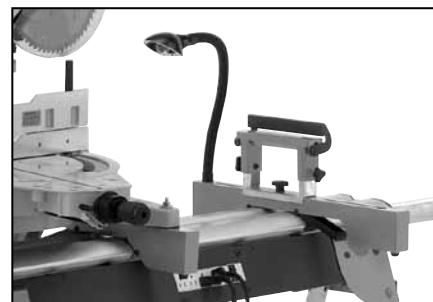

Figura 9
13. El soporte de rodillos también puede ser usado en el bancal del Centro de Trabajo para soportar partes de trabajo más pequeñas. Quite el soporte de rodillos del soporte en “T”, aflojando la perilla ❺ y deslizando la cabeza del tornillo de carruaje para redondear la apertura de la ranura. El soporte de rodillos puede entonces ser fijado a la luz de trabajo con el soporte de máquina o soporte de máquina adicional según se muestra en la Figura 9.